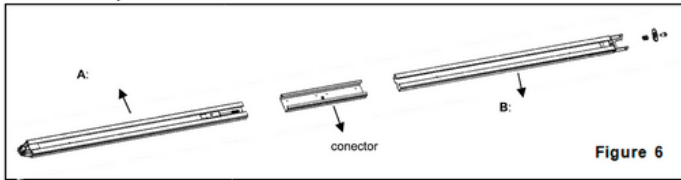

Figure 6
Guía en 2 partes (Fig.6)
- Como se muestra en la **Fig.6** deslice el riel A en el conector, deslice el riel B en el conector
Guía en 3 partes (Fig.6, 7, 8, 9 y 10)